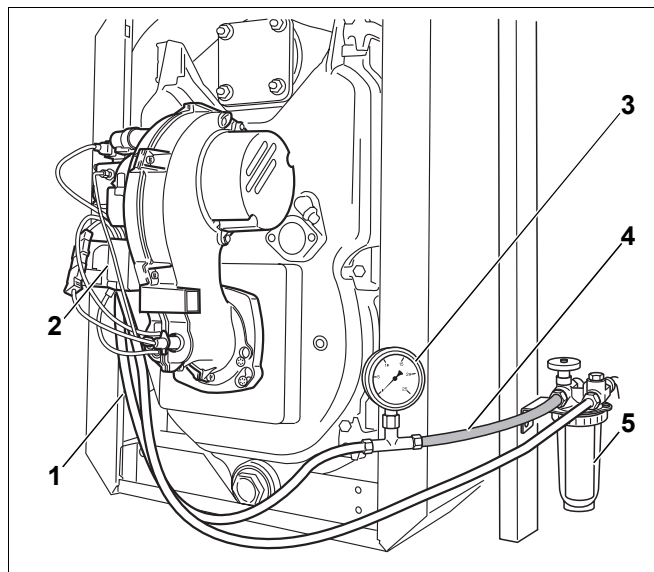

Рис. 14 Топливный фильтр, вакуумметр и прозрачный трубопровод
- Установить вакуумметр (рис. 14, **поз. 3**) с прозрачным шлангом (рис. 14, **поз. 4**; дополнительная комплектация), как показано на рисунке 14, между топливным фильтром (рис. 14, **поз. 5**) и всасывающим топливопроводом (рис. 14, **поз. 1**).
- Снять автомат горения дизельного топлива (рис. 14, **поз. 2**) с цоколя.
- Контролируйте отсутствие пузырьков воздуха во всасываемом топливе, идущем по прозрачному шлангу (рис. 14, **поз. 4**).
- Перекрыть запорный кран на топливном фильтре (рис. 14, поз. 5, стр. 21) и снять прозрачный шланг (рис. 14, поз. 4, стр. 21) с вакуумметром (рис. 14, поз. 3, стр. 21).
- Присоединить всасывающий трубопровод (рис. 14, поз. 1, стр. 21) к штуцеру на топливном фильтре (рис. 14, поз. 5, стр. 21).
- Открыть запорный кран на топливном фильтре (рис. 14, поз. 5, стр. 21).